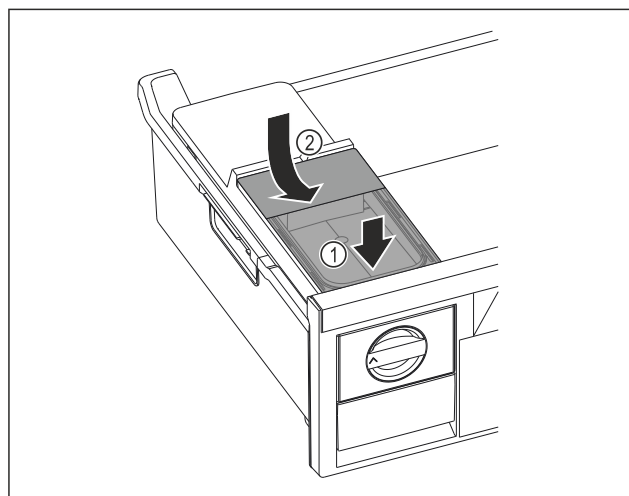

Fig. 157
- Placer le réservoir d'eau à l'avant. Fig. 157 (1)
- Abaisser le réservoir d'eau à l'arrière. Fig. 157 (2)